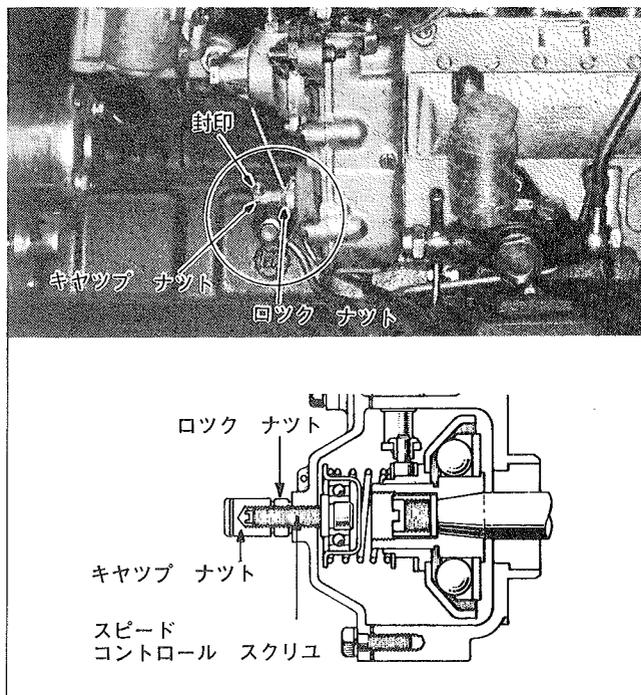

図4-329 2 J, B, 2 B 型エンジンの無負荷最高回転数調整箇所
- (2) 2 J, B, 2 B 型エンジン (図4-329)